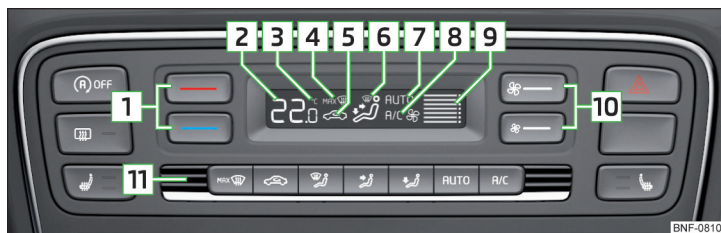

Fig. 90 Betjeningselementer til Climatronic
Du kan indstille eller aktivere nogle funktioner ved at trykke på den pågældende knap » Fig. 90. Når funktionen er aktiveret, bliver det pågældende symbol vist i displayet.
Dæk ikke kabinettemperatursensoren **11** » Fig. 90 til, da det kan have negativ indflydelse på funktionen af Climatronic.
- Tryk på knappen **AUTO** for at **aktivere**. I displayet bliver **AUTO** (pos. **7** » Fig. 90 på side 65) vist.